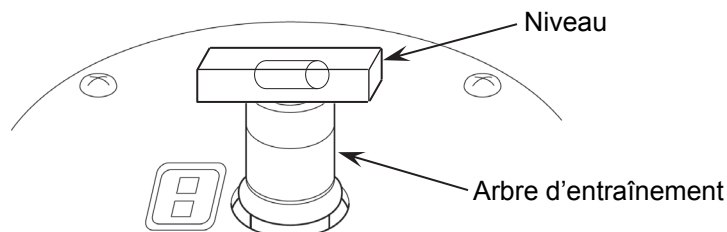

Fig. 5-3 Positionnement du niveau à bulle
- (2) Mettre l'ultracentrifugeuse sous tension, ouvrir la porte de la chambre, puis la mettre hors tension. Si cette ultracentrifugeuse n'est toujours débranchée, se reporter à la section 2-5 « Récupération d'urgence après une panne de courant », retirer le couvercle avant et ouvrir la porte de la chambre.
- (3) Placer le niveau fourni avec cette ultracentrifugeuse sur l'arbre d'entraînement dans la chambre du rotor et tourner les quatre pieds de réglage du niveau pour régler l'alignement de l'ultracentrifugeuse (Fig. 5-3).
- (4) Après avoir réglé le niveau, s'assurer que les quatre pieds de réglage du niveau sont placés correctement sur le sol. Si aucun cliquetis n'est entendu quand l'ultracentrifugeuse est légèrement poussée, elle est installée correctement.